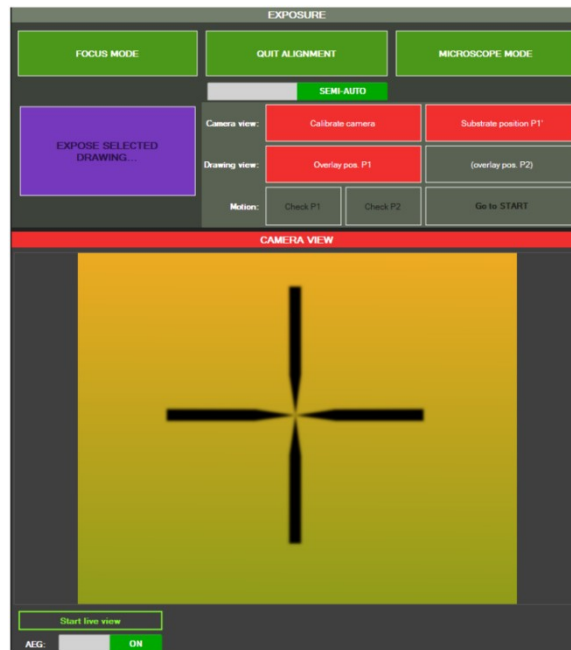

图 59 -半自动对准:相机校准
4. 相机校准(图 58a):点击相机校准按钮。摄像头实时视图可能会启动，鼠标光标形状可能会改变。在 CAMERA VIEW 界面中，单击显示的十字(校准点)的中心部分，如图 59 所示。